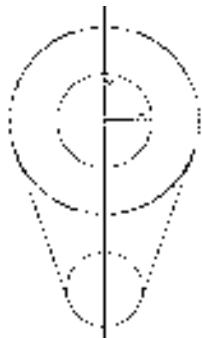
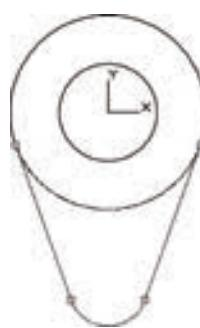

图 10-98 绘制截面轮廓
图 10-99 创建截面面域
- ⑤ 单击“绘图”工具栏中的“圆”按钮，在点 1 处绘制半径为“10”的圆，在点 2 处绘制半径为“4”的圆。
- ⑥ 单击“绘图”工具栏中的“直线”按钮，绘制两个圆的切线，如图 10-98 所示。
⑦ 单击“修改”工具栏中的“修剪”按钮 $\text{F}$ ，修剪多余线段。单击“修改”工具栏中的“删除”按钮 $\text{E}$ ，删除第③和④步绘制的直线。
⑧ 单击“绘图”工具栏中的“面域”按钮 $\text{W}$ ，将修剪后的图形创建成面域，如图 10-99 所示。